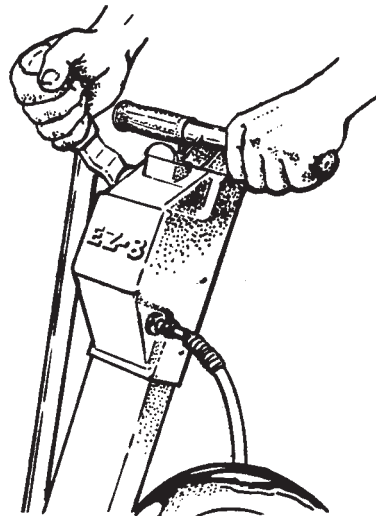

Figura 1
1. Baje el tambor de lijado con la palanca de control. Consulte la figura 1.